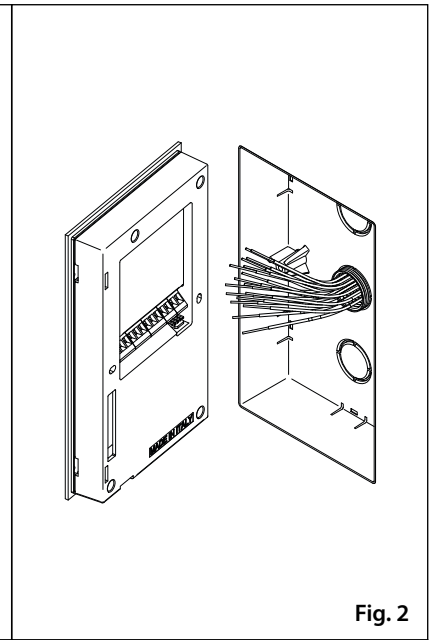

Fig. 2
2. Come mostrato in **Fig. 2**, effettuare le connessioni con l'ausilio di un giravite piatto e le configurazioni dei dip-switches come da schema di collegamento fornito a corredo o come da foglio di istruzioni;